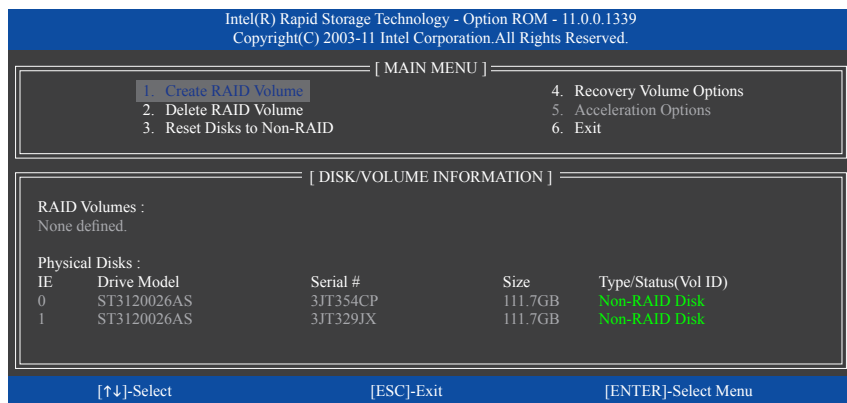

図 8
**MAIN MENU** で **Create RAID Volume** を選択し、<Enter>を押します (図 8)。